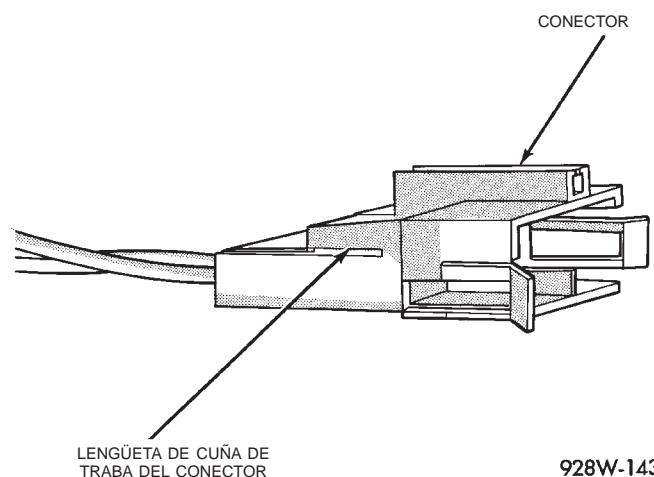

Fig. 10 Cuña de traba del conector
- (1) Desconecte la batería.
- (2) Desconecte el conector que debe repararse de su mitad o componente complementario.
- (3) Retire la cuña de traba del conector, si fuese necesario (Fig. 10).